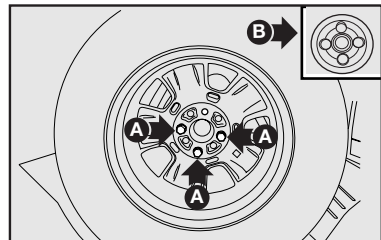

fig. 8
- Quite, con la llave de rueda, los tres tornillos **A**-fig. 8.
- Coloque la protección plástica **B-fig. 8** en la rueda sustituida.